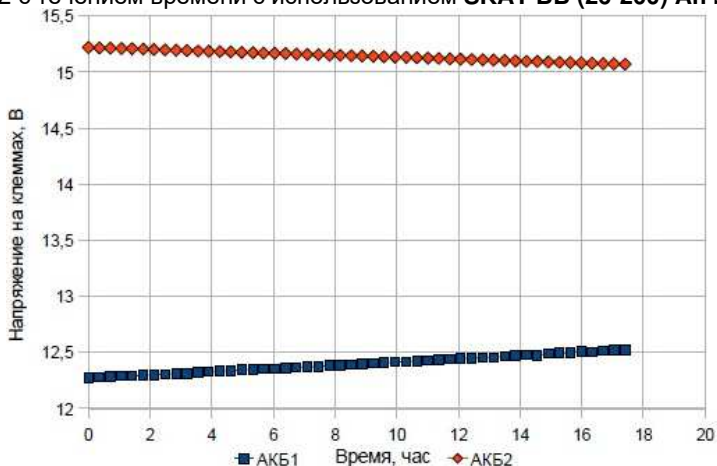

Рисунок 2 – Зависимость напряжения на клеммах АКБ1 и АКБ2 от времени без **SKAT BB BB (26-200)Ah**.
- Продление срока службы АКБ за счет автоматического выравнивания (балансировки) напряжения на клеммах АКБ (см. рис.2 и 3)